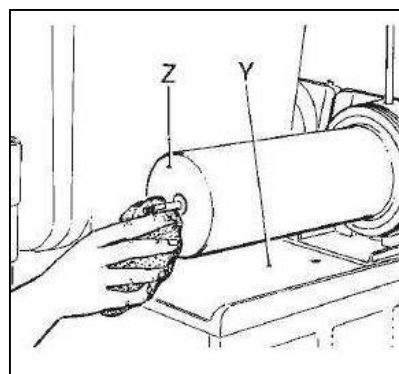

Fig. 15
-Lavez soigneusement l'évaporateur Z et le bac de condensation Y à l'aide d'une éponge imbibée d'eau claire, en éliminant tout produit résiduel (voir fig.15).